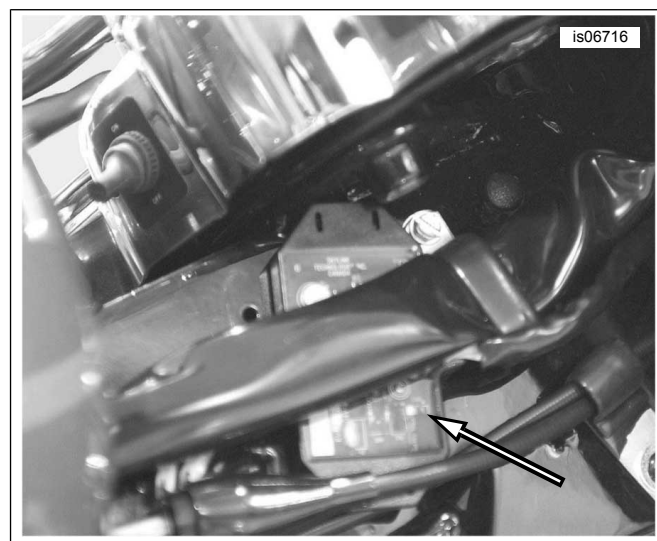

Figure 10. Montage de l'émetteur près du tube de fourche (FLHR 2013 et antérieurs)
Touring FLHR/ Trike FLRT (tous)	Côté droit du cadre vers le tube de fourche, à l'intérieur de la nacelle, avec coussinet en mousse (retirer d'abord le phare) (Voir la Figure 10.).
3. Consultez Figure 10 . Monter l'émetteur sur le côté droit du cadre, près du tube de fourche.